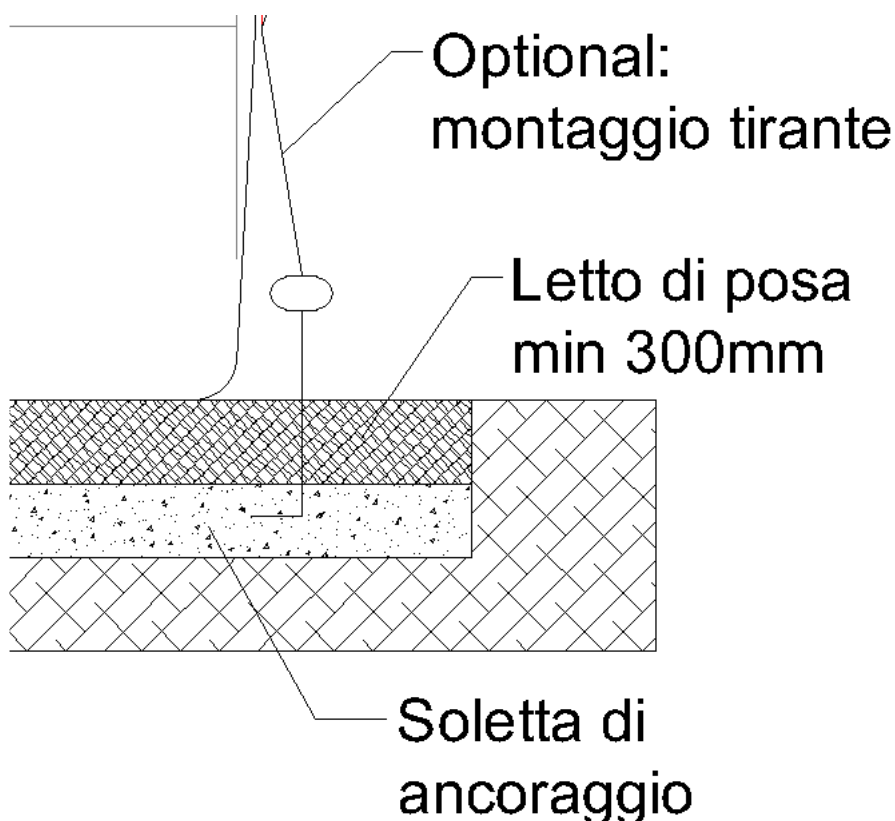

Figura 8 Sistema di aggancio a soletta in cemento
- I punti di ancoraggio in cemento devono essere spessi almeno 200mm (figura 8).